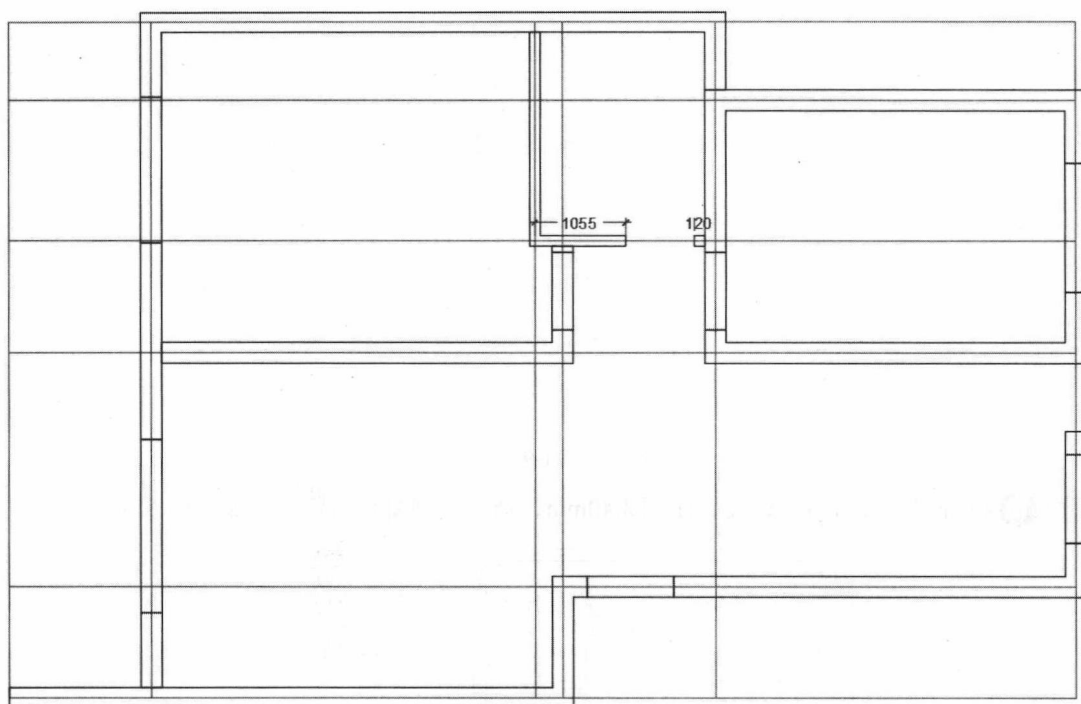

图 1-7
STEP 07 执行“多线”命令，设置比例为120mm，捕捉绘制卫生间位置的墙体，墙体长度如图1-7所示。